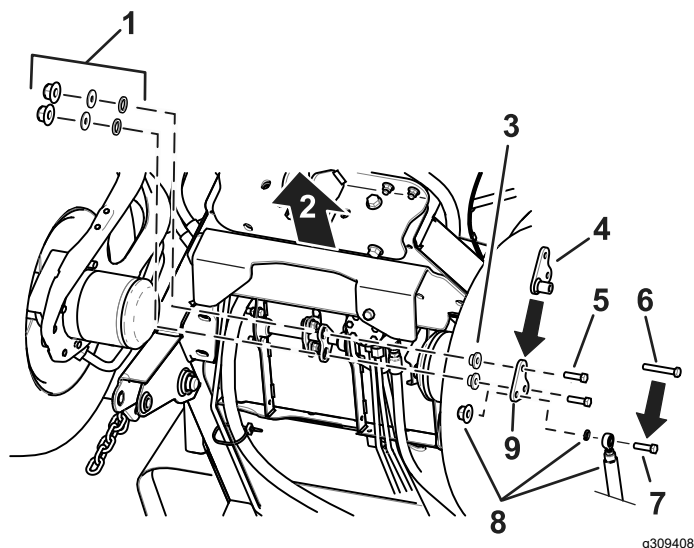

Figure 3
1. Déposez l'entretoise existante de la machine, comme montré à la Figure 3.
2. Fixez la nouvelle entretoise de pédale à l'aide du nouveau boulon (3/8" x 2 1/2") et des fixations existantes ; voir Figure 3.